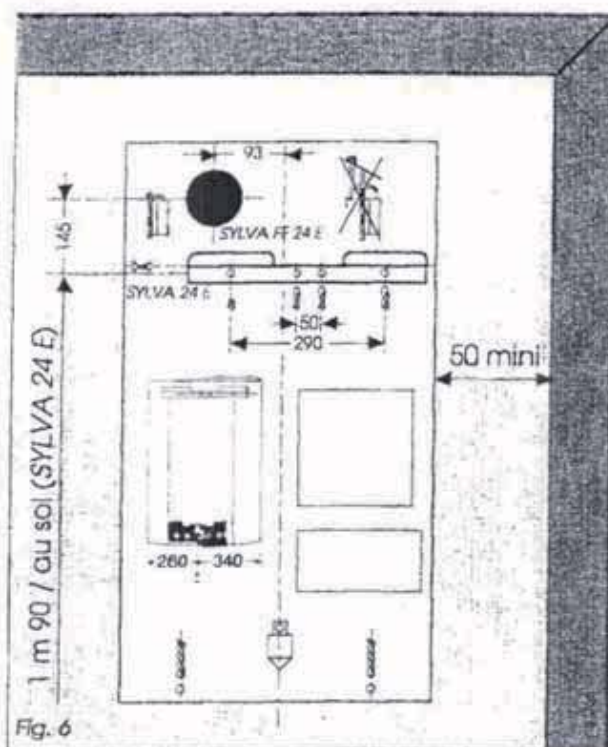

Fig. 6
- De respecter la hauteur minimale de 1,80 m pour le bas du coupe-triage dans le cas où celui-ci sert de ventilation haute (modèles SYLVA 24 E et SYLVA 24 EV). Cette condition est satisfaite si la barrette de fixation (fig. 6) est positionnée à 1,90 m du sol.